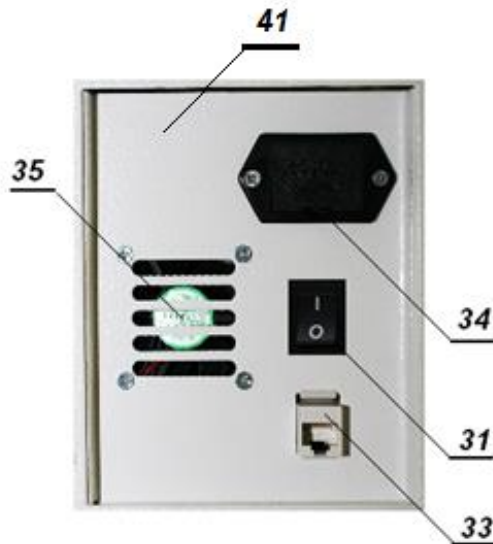

Рис.6. Панель электропитания DC.
4.13 На левой стороне кожуха электронного блока (114, рис.5) размещена панель электропитания «DC» (41, рис.6), на которой установлены:
- Выключатель электропитания левого термостата (31, рис.6);
- Разъем RJ45 (33) выхода в сеть Пользователя, стандарта RS485 и цепей аварийной сигнализации;
- Короб (34) элемента DC электропитания звуковой сигнализации отключения сети 220 V AC;
- Вентилятор охлаждения (35, рис.6) электронно-тепловой схемы левого термостата.